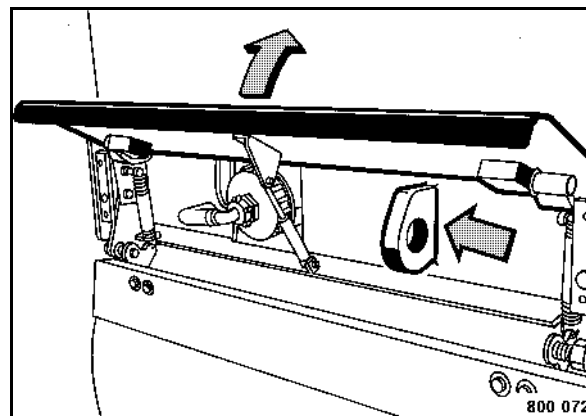

fig. 77
- Ouvrir la trappe arrière, fixer la barre de remorquage à l'anneau de remorquage (fig. 77), puis remorquer la machine.